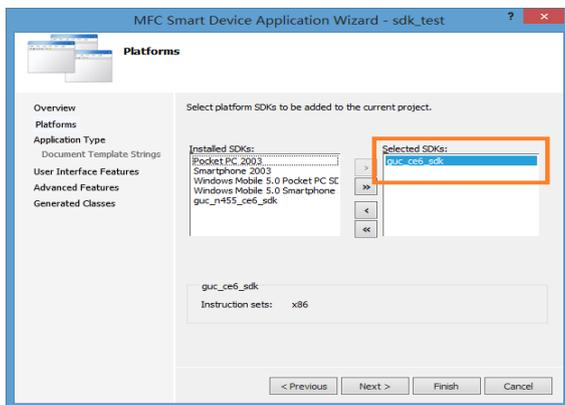

图 5-4 目标机平台
- 对于 MFC 类型的工程，在新建工程的 Wizard 过程中，需要选择开发平台，请添加 guc_ce6_sdk(GUC 与 GUS 所使用 sdk 通用)平台,如图 5-4。工程建立后，编译成功后，开始配置调试环境。